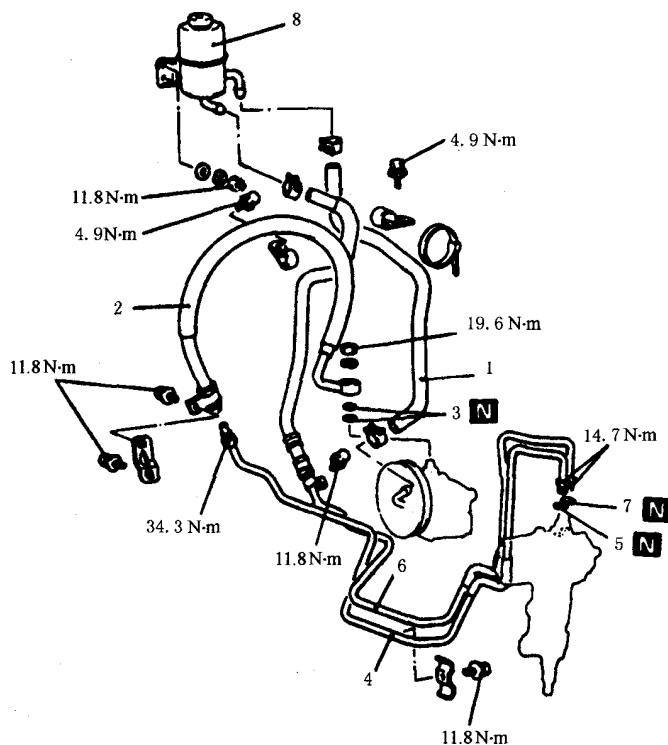

图7-25转向软管的拆装
(2) 转向软管的拆装见图7-25。拆卸前应排出动力转向油，安装后应加注动力转向油，并排出动力转向油路中的空气。